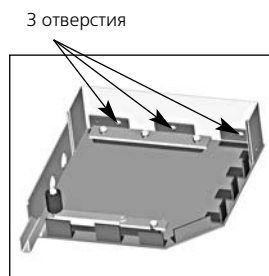

Рис. 2.13.
- при встроенном монтаже - по три отверстия в уголках верхней части крышек (рис.2.13).